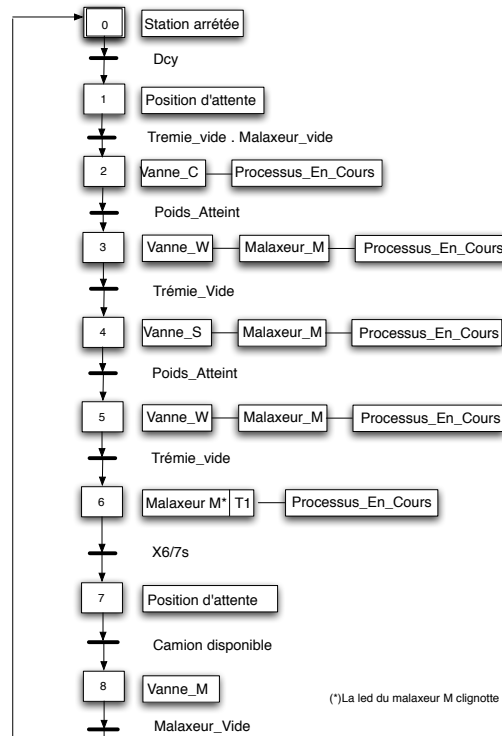

Figure 1: **Grafset**
La maquette de Travaux Pratique modélise la fabrication de béton, par un dosage de sable et de ciment. Ce processus est modélisé par le **Grafset** de la figure 1.
- Compléter le programme principal pour mettre en oeuvre le *Grafset* intégralement (voir la figure 1).